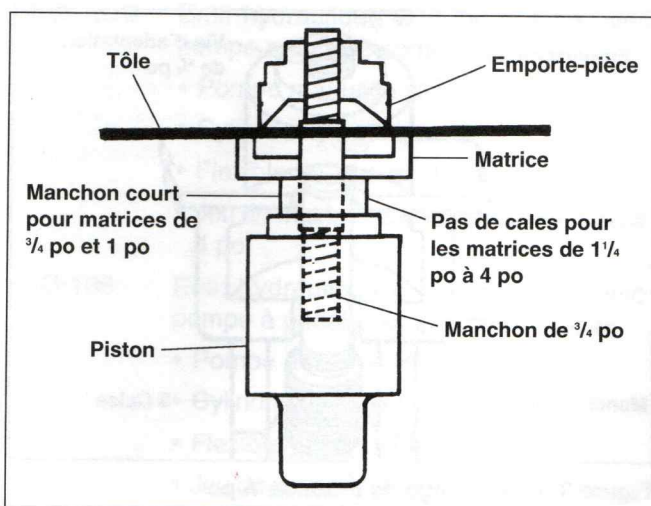

Figure 4 – Décochage des trous de $\frac{3}{4}$ po à 4 po
4. Passez la partie filetée du manchon à travers l'avant-trou déjà percé, puis vissez l'emporte-pièce sur ce filetage jusqu'à ce que la pointe de l'emporte-pièce touche à peine la surface du matériau (Figure 4). Actionnez la pompe comme indiqué ci-dessous.